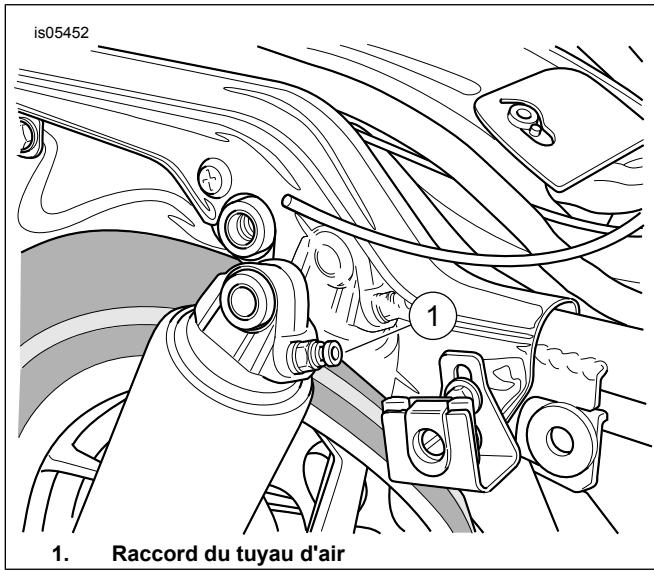
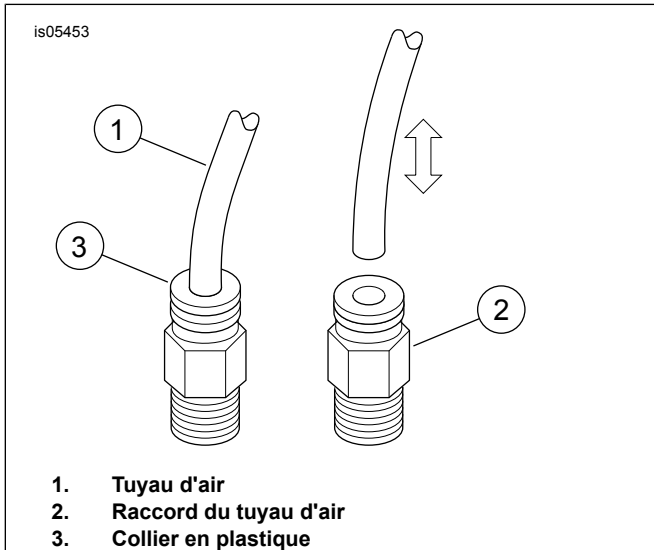

Figure 1. Amortisseur arrière
Figure 2. Dépose et pose du tuyau d'air
7. Voir Figure 1 et Figure 2. Retirer les tuyaux d'air des raccords de tuyau d'air d'amortisseur.